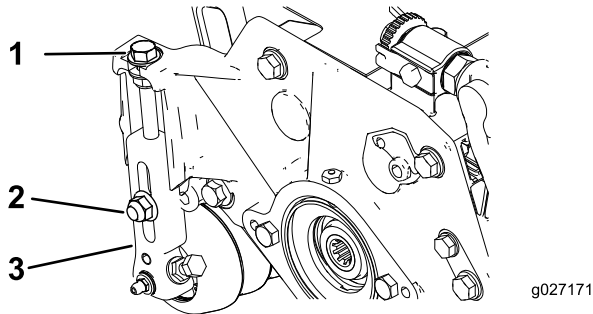

Bild 15
1. Lösen Sie die Sicherungsmuttern, mit denen die Schnitthöhenarme an den Seitenplatten der Schneideinheit befestigt sind (Bild 15).